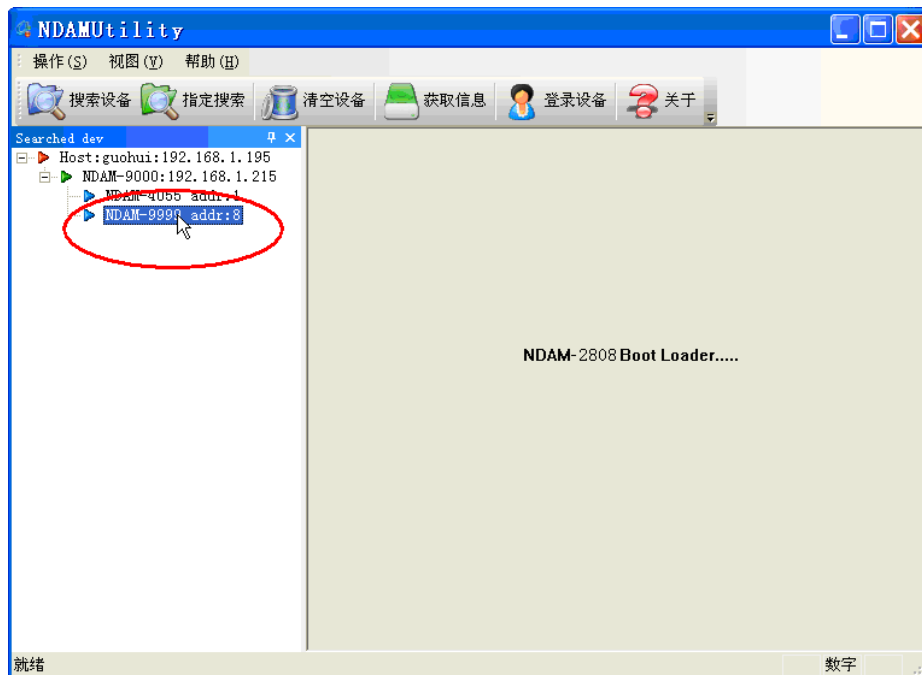

图 3.11 选中设备
- ③ 完成后点击“确定”，重新进行设备搜索即可进行正常工作。
- ① 将拨码开关第 1 位和第 3 位设置为 OFF、第 2 位和第 4 位设置为 ON，给模块重新上电；
- ② 搜索并登陆设备，选中“NDAM-9999 addr:8”，如图 3.11 所示；